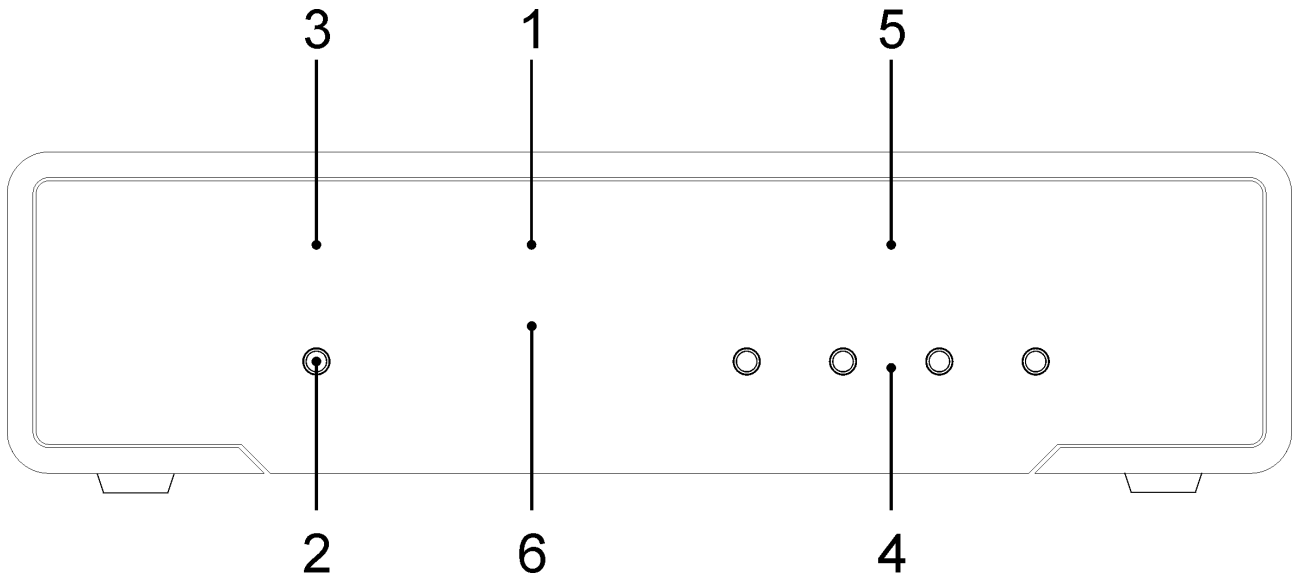
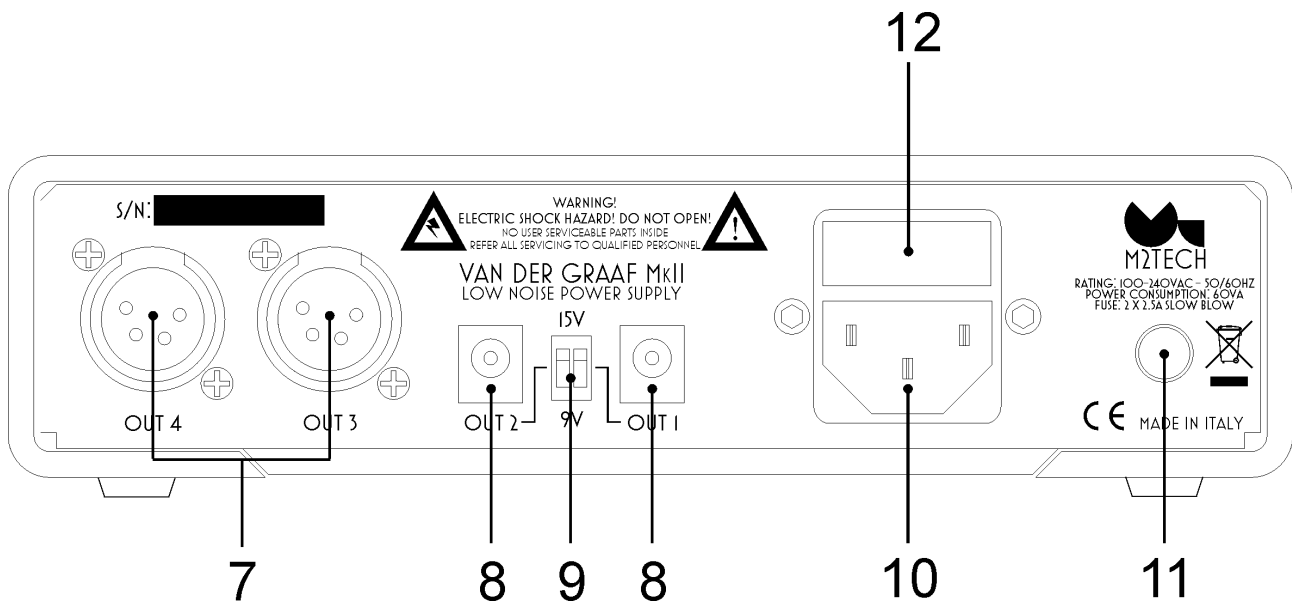

Figure 1
Figure 2
2) Sélecteur de mise sous tension. Appuyez sur cette touche pour activer le VAN DER GRAAF MkII MKII lorsqu'il est en veille (LED 1 on et LED 3 OFF). Après l'activation de ce bouton, toutes les sorties précédemment activées (pos. 4, Fig. 1) s'activeront, dans la même séquence que lorsque l'utilisateur les a configurées manuellement avant, avec 1 seconde d'intervalle. Les LED correspondantes s'allumeront pour indiquer l'activation. Pendant le processus, la LED 3 clignote. À la fin du processus d'activation, LED 3 brille de façon constante. Lorsque le VAN DER GRAAF MkII est actif, l'utilisateur peut la mettre en veille, en désactivant les sorties dans l'ordre inverse de l'activation précédente, en appuyant sur ce même bouton. Dans le processus, la LED 3 clignote. À la fin du processus de désactivation, la LED 3 s'éteint.
11) Sélecteur de mise en route. Appuyez sur ce sélecteur pour mettre sous tension le VAN DER GRAAF MkII. Une fois allumée, une LED (item 1, Fig. 1, Pag. 9) s'allume et le VAN DER GRAAF MkII se met en position standby.
Connectez une ou deux unités avec une entrée de + 15V ou + 9V à la sortie de la VAN DER GRAAF MkII 1 et 2 (Fig. 2, 8), en utilisant le bon câble d'alimentation, mais sans avoir sélectionné la tension de sortie adéquate pour chaque unité alimentée. Par exemple, lors de l'alimentation d'un Young MkIII avec sortie 1, le sélecteur de tension (Fig. 2, 9) doit être réglé sur la position supérieure. D'autre part, lorsque l'autre sortie est utilisée pour alimenter un ancien hiFace Evo, le sélecteur de tension qui s'accorde doit être réglé sur la position inférieure (9V).
Connectez une ou deux unités sur les prises 4 broches 3 et 4 (+5V/+15V/-15V) au VAN DER GRAAF MkII (Fig. 2, 7). Une de ces unités peut être le NASH.
Raccordez le VAN DER GRAAF MkII au câble secteur (Fig. 2, 10), lui même relié à la prise murale.
Appuyez sur le sélecteur de la prise arrière pour allumer le VAN DER GRAAF MkII (Fig. 2, 11). La LED du panneau avant s'allume (Fig. 1, 1). Le VAN DER GRAAF MkII se met en position standby et est prêt à fonctionner.
Appuyez sur la touche de mise en route (Fig. 1, 2). A ce stade, cela n'a aucun effet sur les sorties, une seconde pression permet d'alimenter les unités raccordées, et ce dans le même ordre que lorsque l'appareil a été éteint.
Lorsque le VAN DER GRAAF MkII est en mode veille (uniquement sous tension, (1, Fig. 1, page 9), vous pouvez l'activer en poussant le bouton global (Fig. 1, 1) ou, si vous le souhaitez, à partir de la télécommande du produit M2Tech Rockstars. Immédiatement après cela, la LED d'activation globale (Fig. 1, 3) commence à clignoter et les sorties précédemment activées sont de nouveau activées dans l'ordre choisi par l'utilisateur, à la même fréquence. À la fin de ce processus, les sorties actives sont indiquées par la LED connexe, et la LED global Enable s'allume de façon constante.
Remarque: la séquence d'activation des sorties est mémorisée par le Van der Graaf MKII lorsqu'elle entre en veille. Si le Van der Graff est éteint par l'interrupteur d'alimentation (Fig. 2, 11, page 11), la séquence, même si elle est configurée à partir de la précédente, n'est plus mémorisée et le Van der Graaf MKII utilisera la dernière séquence conservée après l'activation.